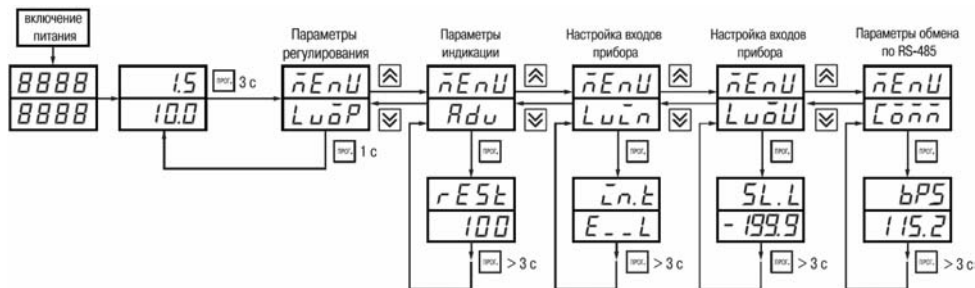

Рисунок 7.1
7.1.2 Основные параметры прибора TPM201 объединены в 5 групп: *LuōP*, *Rdu*, *LuĀn*, *LuōU* и *Cōññ*, составляющие меню прибора (рисунок 7.1). Полный список программируемых параметров приведен в приложении Б.